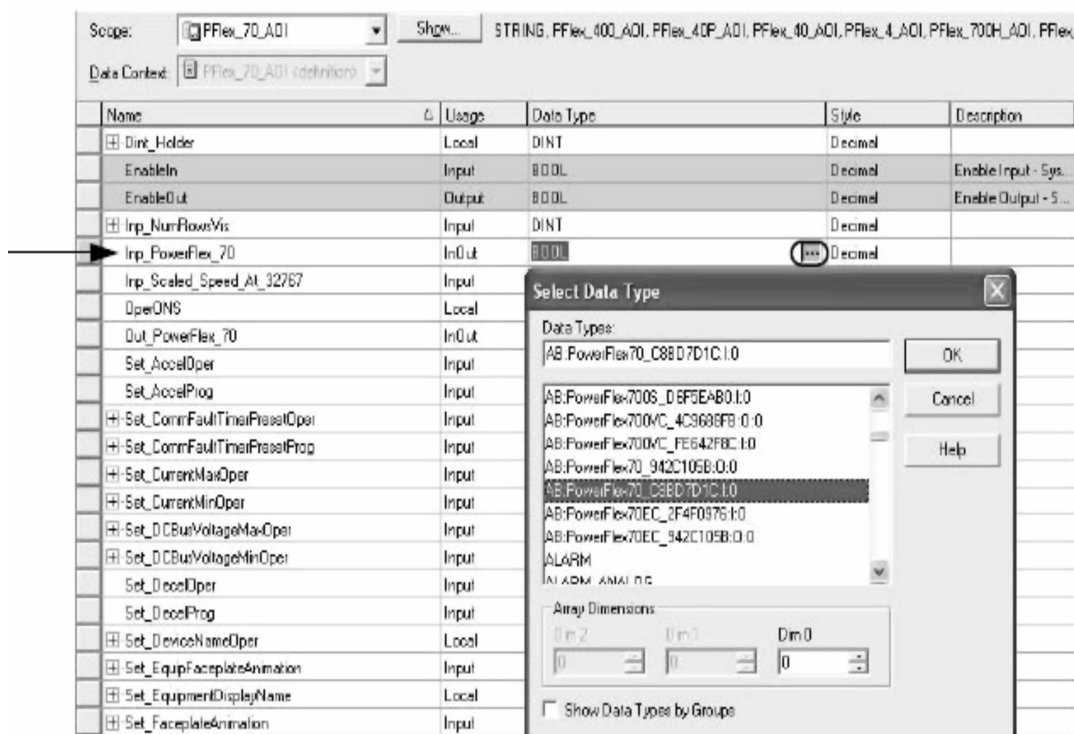

图 24-15 “选择数据类型”对话框
3) 滚动列表, 选择 Inp_PowerFlex_xx AOI 标签, 并单击数据类型字段旁的 。将打开“选择数据类型”(Select Data Type) 对话框, 如图 24-15 所示。